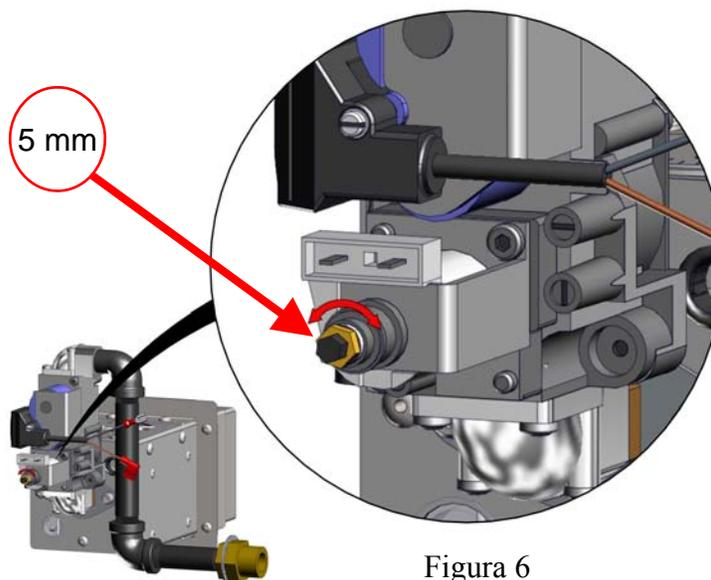

Figura 6
- Con una llave de 5mm gire el tornillo de llama sesgo bajo (Figura 6) hasta que llegue al ajuste deseado. Utilice (Figura 5) para los ajustes de las válvulas correctas.